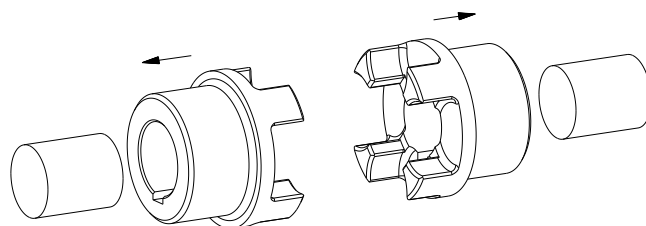

Fig. 13: Montage af nav
- Monter navene på akslens på ind- og udgangsside (se fig. 13).